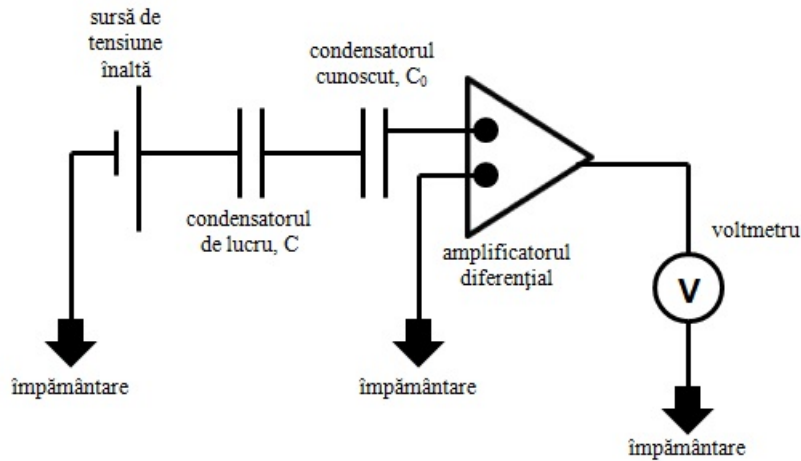

Figura 5. Schema montajului experimental pentru lucrarea de laborator *Studiul condensatorului electric cu fețe plan-paralele*
sunt unele obișnuite, pentru a putea utiliza informațiile obținute în cadrul acestui experiment se folosesc un condensator electric a cărui capacitate electrică ($C_0 = 0.22 \mu F$) este cunoscută și un amplificator diferențial; ambele dispozitive electrice sunt ilustrate în Figura 5, utilizând simbolurile consacrate. În acest fel, se face un transfer de sarcină electrică de la condensatorul de lucru (C) la condensatorul cunoscut.